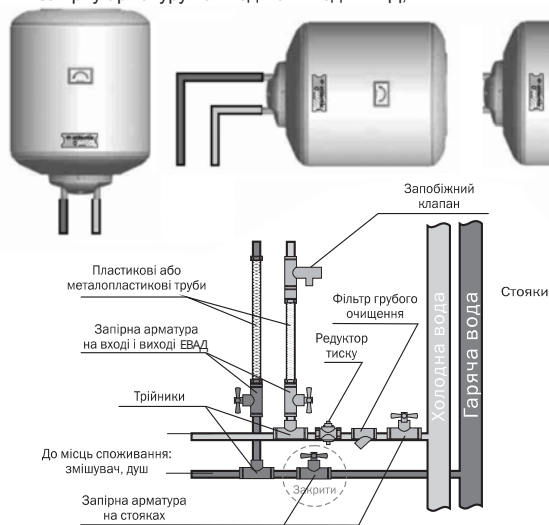
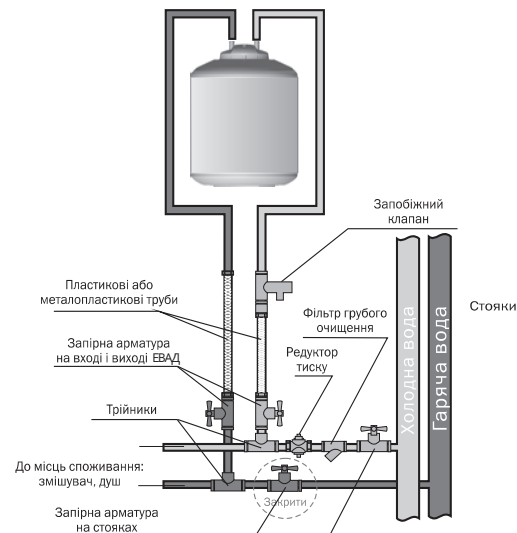

Рис. 5. Підключення ЕВАД у вертикальному / горизонтальному положенні
Рис. 6. Підключення ЕВАД, що встановлюється під мийкою
Підключення (рис. 5, 6):
**УВАГА! Підключення до системи водопостачання ЕВАД моделей O'Pro PC 10SB, PC 15S має виконуватися чітко у відповідності зі схемою, наведеною на рис. 6. Запобіжний клапан кріпиться на трубопроводі осторонь від ЕВАД. При встановленні моделей Seatite в горизонтальному положенні патрубок подачі холодної води (помічений синім кільцем) повинен бути розташований знизу, а патрубок гарячої води (помічений червоним кільцем) - зверху (рис. 5).**
**Увага! Один раз на місяць необхідно з запобіжного клапану видаляти вапняний осад і перевіряти чи його не заблоковано шляхом короткочасної установки тригера в горизонтальне положення, при цьому через зливний отвір витече невелика кількість гарячої води.** Для чого спочатку потрібно перекрити запірну арматуру на вході в ЕВАД (рис. 5, 6), а також відкрити кран гарячої води у місці споживання.
При тривалій перерві в роботі ЕВАД його необхідно від'єднати від електричної мережі та перекрити вентилі на вході та на виході (рис. 5).